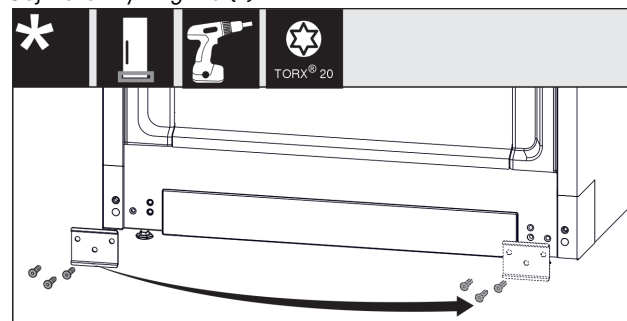

Fig. 21
- Odšroubujte plech Fig. 21 (1), přesuňte jej na druhou stranu a přišroubujte jej zpět.